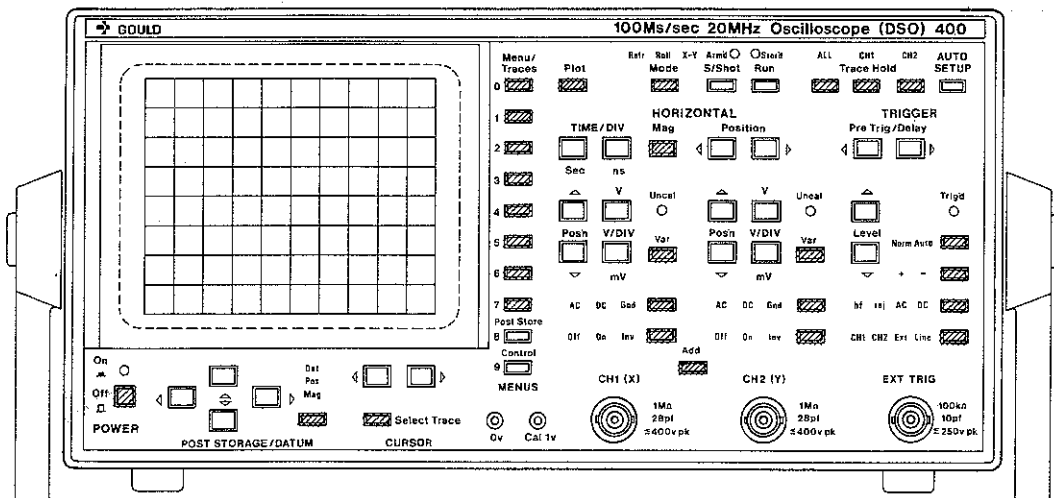

Abbildung 1.2b Umschalt-Tasten
Bei der zweiten Art von Tasten handelt es sich um Umschalt-Tasten. Bei jedem Druck auf die Taste wird etwas ein oder ausgeschaltet, z.B. **ADD** (10), oder es wird der nächste Punkt in einer Folge ausgewählt, z.B. **Off/On/Inv** (13). Abbildung 1.2b.